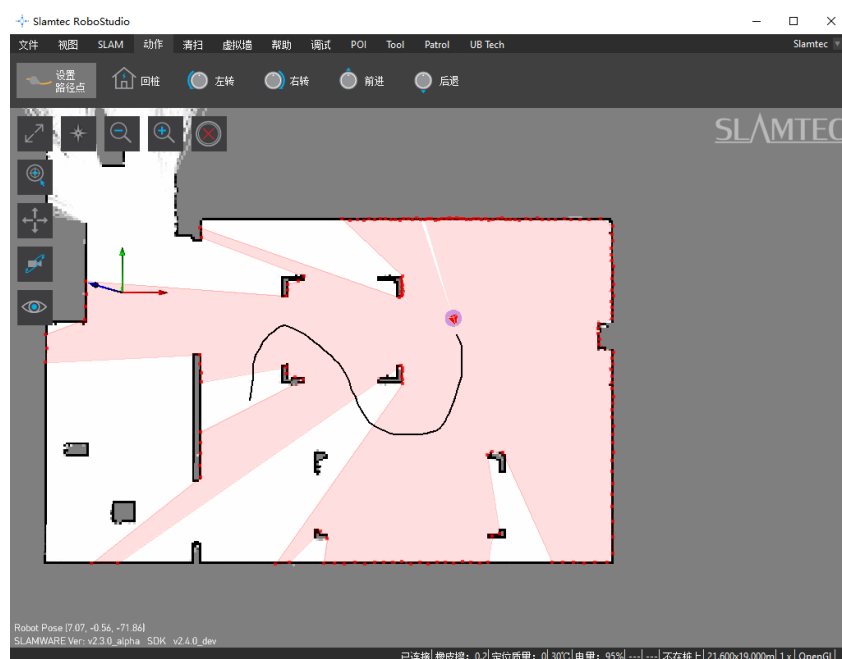

图 2.4.1 设置路径模式
**设置路径点**：在菜单-工具栏区域依次点击“动作-设置路径点”，进入设置路径工作模式，在地图中按下鼠标左键进行拖拽（产生黑色轨迹线，如图 2.4.1 所示），释放后沿轨迹线将产生一系列的目标点，以使机器人沿着轨迹移动。